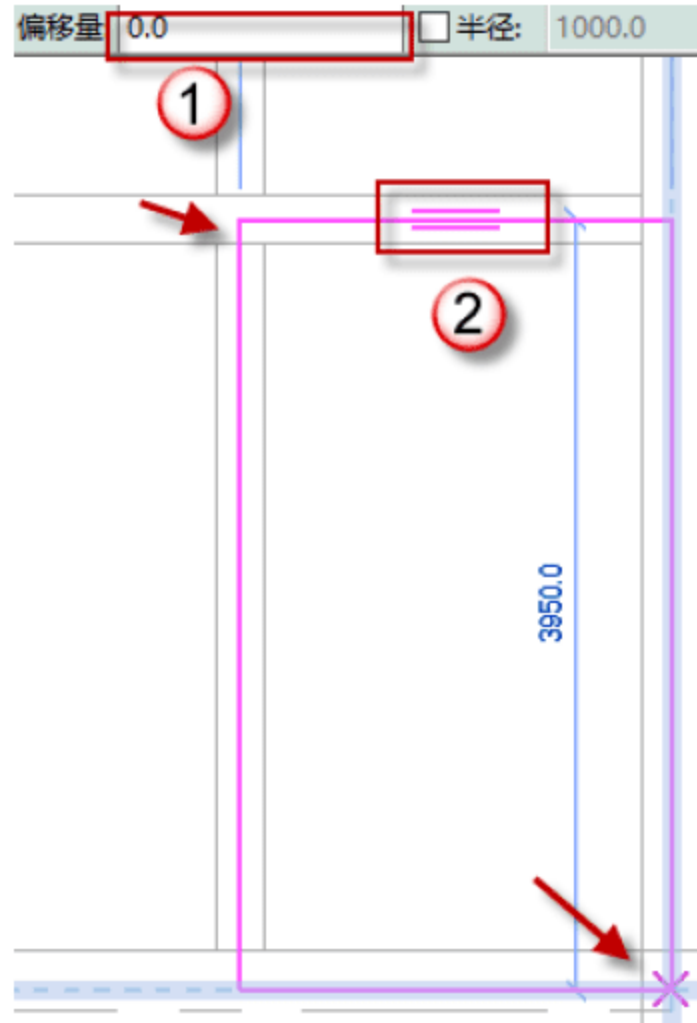

图 4.3.5 绘制 2 号板
(5) 绘制 2 号板，单击“矩形”按钮，绘制 2 号板，调整跨方向，将偏移量设置为 0，单击√按钮，完成绘制，如图 4.3.5 所示。